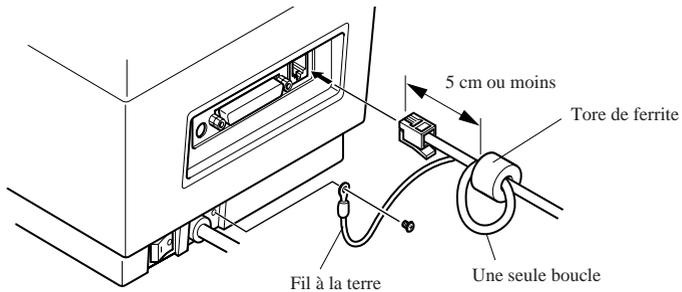

Fig. 3-5
- Fixer le plus grand des tores de ferrite sur le câble d'interface en procédant comme pour le tore de ferrite du câble d'interface parallèle. Dans le cas du tore de ferrite du câble de périphérique, mettre le câble en boucle comme illustré en Fig. 3-5.